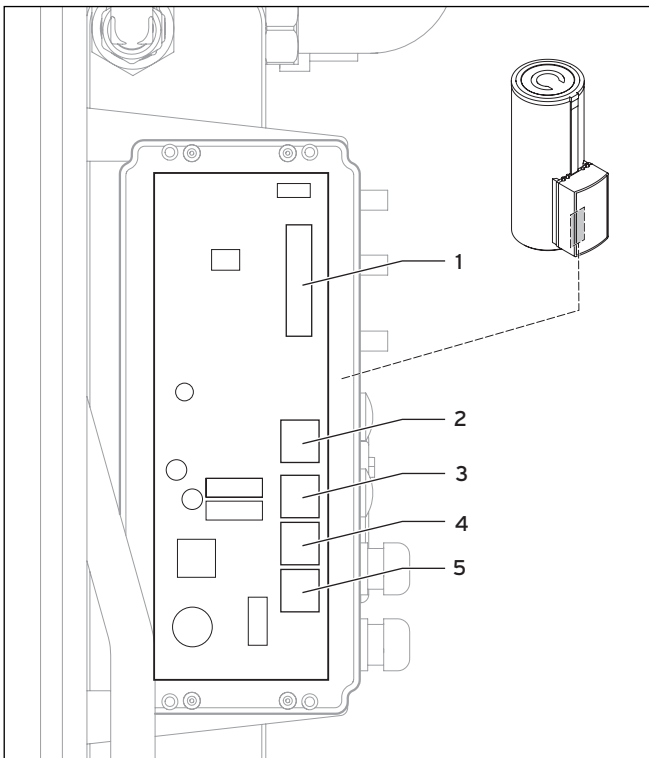

Abb. 4.11 Anschlüsse der Frischwasserstation und der Zubehörkomponenten im Schaltkasten
- Nehmen Sie die Anschlussverdrahtung der Zubehöre in der Frischwasserstation vor (→ **Abb. 4.11**).